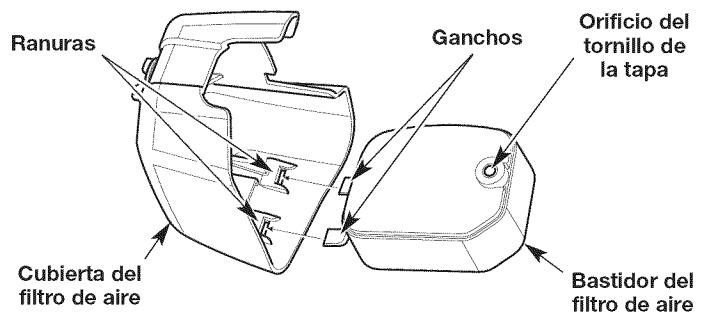

Fig. 17
- Vuelva a poner el filtro dentro de la caja del filtro de aire (Fig. 17).
- Inserte los ganchos de la caja del filtro de aire en las ranuras de la tapa del filtro (Fig. 17).
- Gire la tapa del filtro de aire a la derecha y alinee el tornillo de la tapa con el orificio correspondiente (Fig. 17). Apriete el tornillo para asegurar la tapa del filtro de aire.